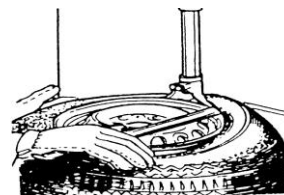

Fig. 6
- 3) Sæt løftehåndtaget mellem dækvulsten og den forreste del af monteringshovedet, og bevæg dækket over monteringshovedet som vist fig. 6.
Med løftearmen holdt på plads som vist på fig. 6, drej bordet med uret ved fuld nedtrykning af pedalen.
Bemærk: på grund af dækkets hårdhed kan det skydes ud fra monteringshovedet. For at forhindre dette skal løftearmen holdes på plads som vist på fig. 6. Roter bordet 1-2 cm. mod uret, før det roteres med uret.